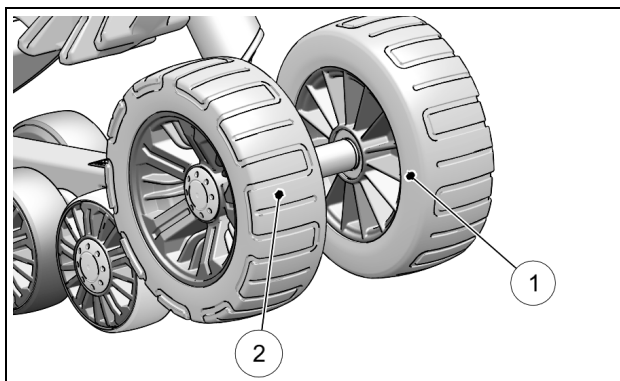

Figure 37
Vérifier l'usure des roues d'uréthane sur la bande de contact intérieure (1) et entre les profils des crampons (2). Si la bande est usée ou perforée ou le pneu est craquelé entre les profils, remplacer la roue. Elle n'offre plus un support adéquat à la chenille et les guides peuvent s'user prématurément. Voir la Figure 37.